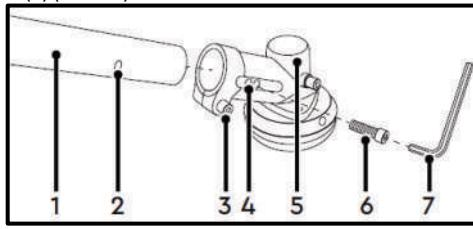

Рис. 15
- Встановіть до упору нижній редуктор (5) на штангу (1) (Рис. 15).
- Обертаючи штангу (6) і дивлячись в отвір (4), сумістіть отвір (2) штанги (1) з отвіром (4) нижнього редуктора (5) (Рис. 15).
- Встановіть в отвір (4) гвинт (6) (Рис. 15).
- Затягніть до упору ключем (7) (4 мм) гвинти (3) та (6) (Рис. 15).